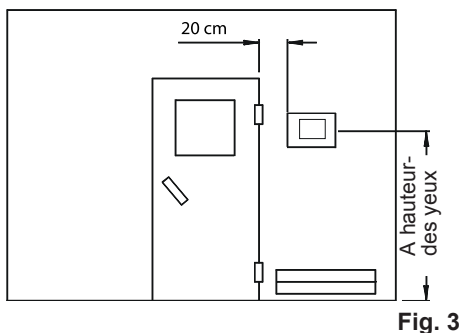
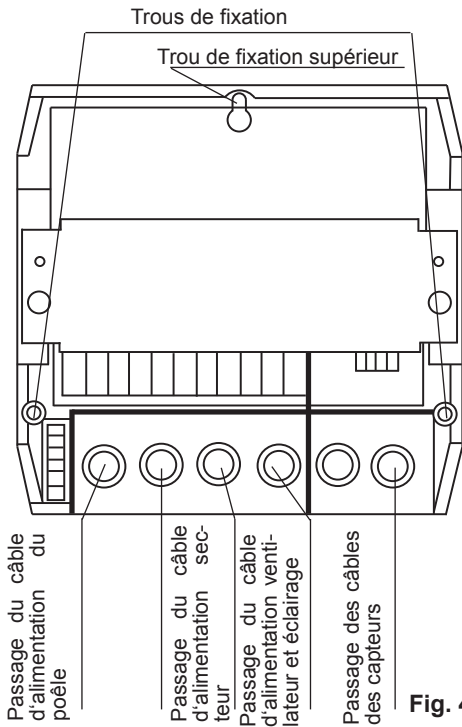

Fig. 3
Fig. 4
1. Retirez le couvercle de l'appareil de commande. Pour ce faire, dévissez les vis de fixation situées sous l'échelle de commande. Sur les appareils de commande équipés de boutons, extrayez-les d'abord de leurs axes. A l'aide d'un couteau aiguisé approprié, agrandissez les perforations nécessaires au passage des câbles (fig. 4). Conformément aux dimension énoncées aux fig. 3 et 3.1, percez deux trous de $\varnothing 3$ mm qui recevront les vis à bois 4 x 20 mm (comprises dans les fournitures).
3. Par le trou de fixation supérieur, accrochez l'appareil de commande à la vis en saillie. Faites passer le câble d'alimentation par les passages prévus à cet effet et que vous aurez préalablement agrandis. Vissez ensuite la partie inférieure du boîtier fermement contre la paroi de la cabine, en introduisant les vis dans les deux alésages inférieurs (fig. 4).